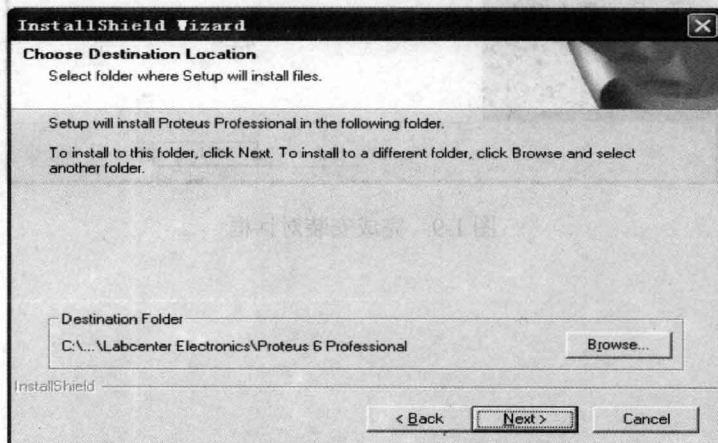
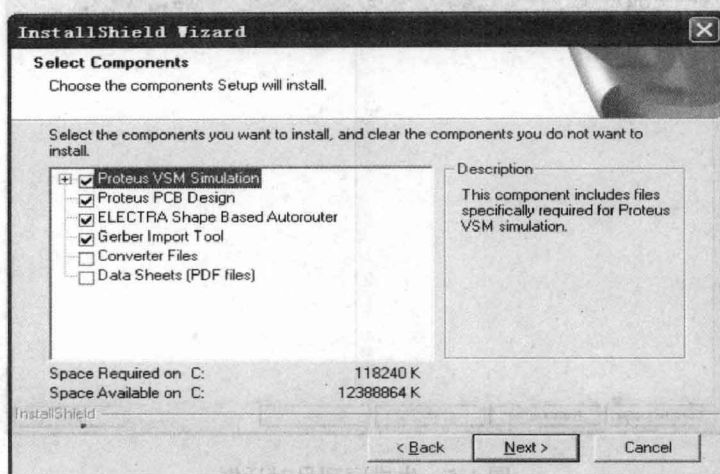

图 1-7 Proteus 安装路径
图 1-8 选择安装内容
(4) 序列号验证有效之后, 出现如图 1-7 所示对话框, 提示用户选择该软件的安装路径, 单击“Next”按钮, 出现如图 1-8 所示对话框, 提示用户选择需要安装的组件, 单击各组件的名字, 该组件以蓝色高亮显示, 同时右侧的 Description 框内会出现该组件的相关介绍。